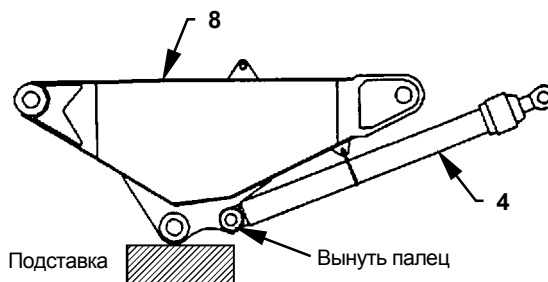

Рис. 15
3. Поднимают рукояточный гидроцилиндр (4) при помощи специального стропа и серег.
4. Как указано на рис. 15, вынимают палец, соединяющий рукояточный гидроцилиндр (4) со средней частью (8) рукояти.